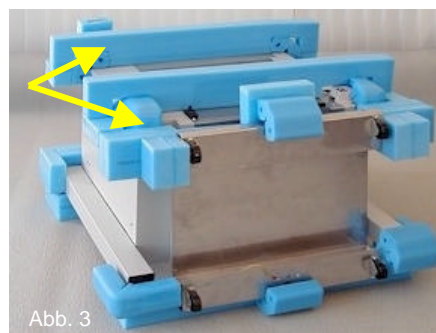
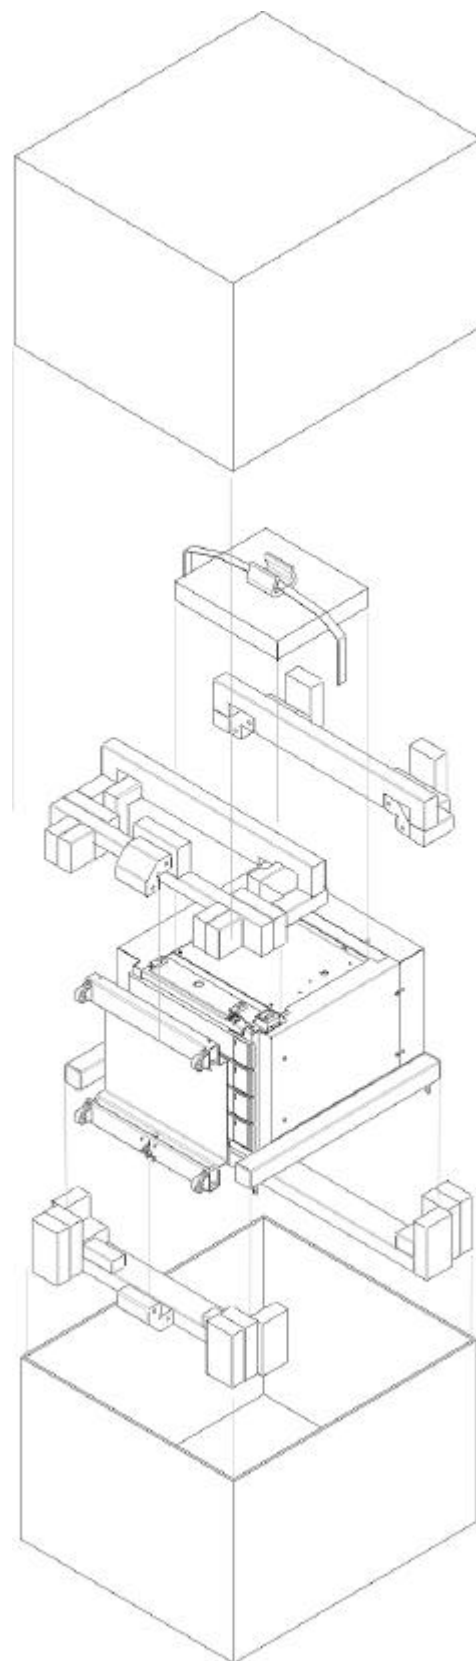

Abb. 3
Abb. 8 TowerFeed Verpackung
- Die zwei blauen Polster Elemente und die Zubehörschachtel herausnehmen (Abb. 3).
- Die beiden unteren Verpackungspolster in den Unterteil der Verpackung einlegen (Abb. 8).
- Obere Verpackungspolster einsetzen. Falls der optionale Unterstand beige packt ist, darauf achten, dass dieser korrekt und sicher zwischen unterem und oberem Verpackungspolster gehalten wird (Abb. 3, Abb. 8).
- Zubehörschachtel oben auflegen und mit Klebeband sichern (Abb. 8).